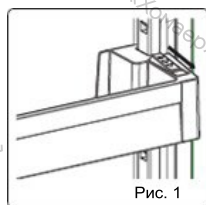

Рис. 1
- Возьмитесь за нижнюю часть полочки и потяните фиксаторы двух сторон в направлении стрелки (рис. 1).